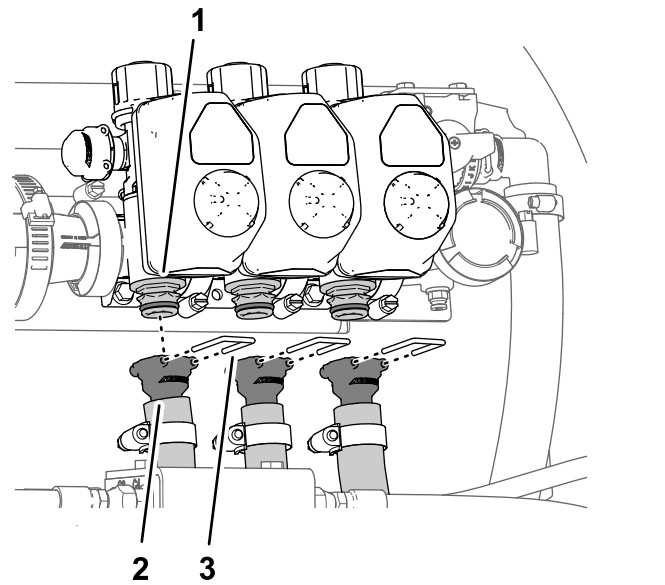

图 39
6. 取下将直通宝塔接头固定到左、中、右喷洒臂段阀快速断开接头的卡环图 39。
7. 从机器上拆下左、中、右喷洒臂段阀的软管图 39。